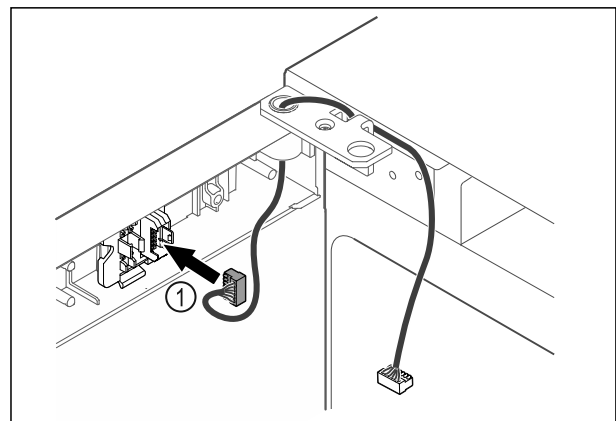

Fig. 47
- ▶ Inserire il connettore Fig. 47 (1) nel porta-connettore.